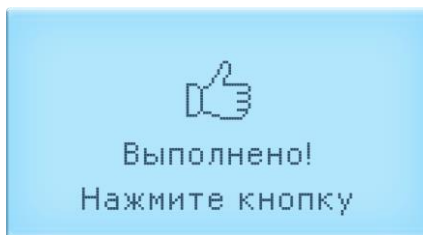
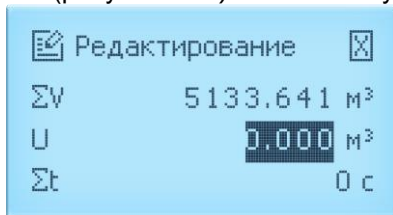

Рисунок 2.11
Рисунок 2.17 – Окно «Редктирование»
Если пароль набран правильно, то на индикаторе появится сообщение «Выполнено! Нажмите кнопку» (рисунок 2.11). Для перехода к редактированию значения параметра нажать любую кнопку. Редактирование значений параметров конфигурации осуществляется в соответствии с п. 2.4.4.3.
2.4.7.3 Если пароль набран правильно, то на индикаторе появится сообщение «Выполнено! Нажмите кнопку» (рисунок 2.11). Для перехода к окну «Редактирование» (рисунок 2.17) нажать любую кнопку.
Для возврата к окну «Редктирование» (рисунок 2.17) без сохранения изменений:
2.4.7.6 Для возврата к экрану №5 «Счетчики» в окне «Редктирование» (рисунок 2.17):